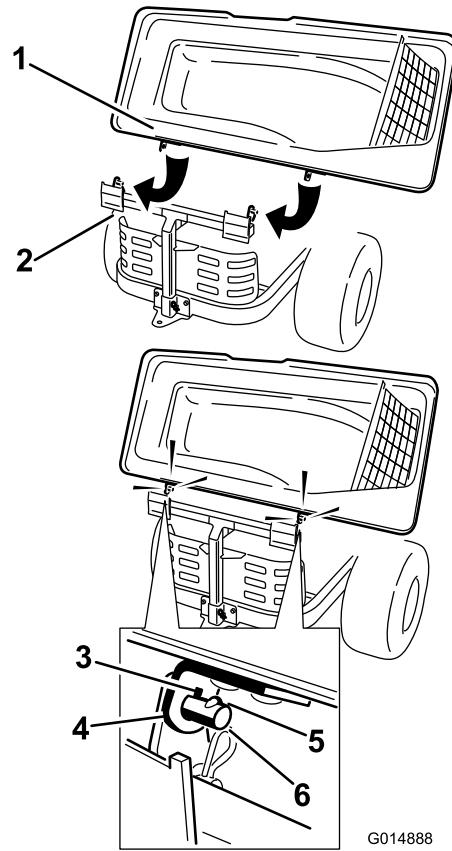

Bild 17
1. Bauen Sie die Abdeckung des Heckfangsystems am Rahmen des Heckfangsystems ein. Drehen Sie die Abdeckung des Heckfangsystems, um die Schlüssellocher in den oberen Halterungen des Heckfangsystems mit den Schlüsseln in den Pfosten am Rahmen des Heckfangsystems auszufluchten (Bild 17). Schieben Sie die Halterungen über die Pfosten und drehen Sie die Abdeckung des Heckfangsystems nach unten in die Betriebsstellung.